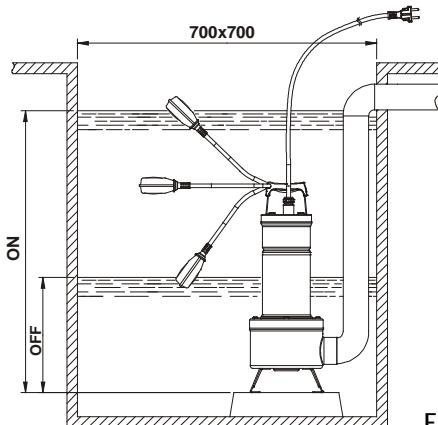

Fig.1
- 4.1 Si le fond du puits où la pompe doit fonctionner est particulièrement sale, il est bon de prévoir un support pour poser la pompe afin d'éviter que la crête d'aspiration se bouche (**Fig.1**)
- 4.4 Pour la version munie d'interrupteur à flotteur, contrôler que celui-ci peut bouger librement (**VOIR PARAGRAPHE REGLAGE INTERRUPTEUR A FLOTTEUR**). Prévoir des puisards ayant les **dimensions minimum** indiquées dans la **Fig.1**. Le puisard devra toujours être dimensionné également en fonction de la quantité d'eau en arrivée et du débit de la pompe de manière à ne pas soumettre le moteur à un nombre excessif de démarriages.